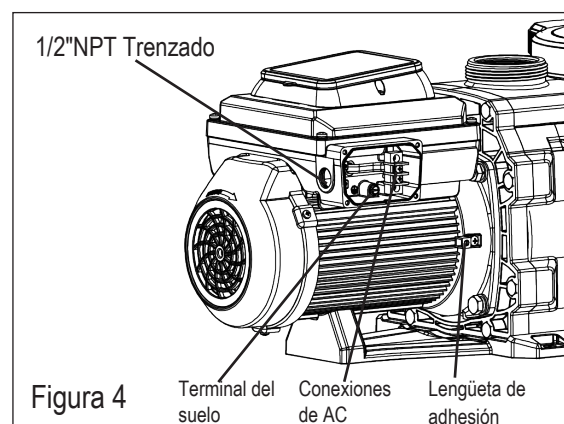

Figura 4
La bomba acepta 230V, 50 o 60Hz de electricidad conectada a una entrada monofásica. Las conexiones de bloque terminales tienen la capacidad de manejar hasta 12 AWG de cableado sólido o trenzado. También existen conectores rápidos de ese tipo. Sin embargo, confirme con sus códigos eléctricos locales para el método de conexión que usted desee. Las conexiones deben de ser hechas permanentemente hacia el terminal del suelo (vea la Figura 4) en el compartimiento de cableado de terreno de acuerdo al código eléctrico local.
1. Asegúrese de que todos los interruptores están apagados antes de empezar con el cableado del motor. Siempre espere cinco (5) minutos después de desconectar la bomba antes de abrir o iniciar el mantenimiento de la transmisión.
5. Haga una conexión a tierra con el motor utilizando el tornillo de tierra localizado en el interior del control de la interfaz (vea la Figura 4). Utilice el cable con el tamaño correcto y el tipo especificado por el Código Eléctrico Nacional. Asegúrese que el cable de terreno está conectado con un servicio de corriente eléctrica de tierra.
6. Ajuste el motor a todas las partes mecánicas de la estructura de la piscina y a todo el equipamiento eléctrico, conducto mecánico, y la plomería metálica dentro de 5 pies (1.5 M) de las paredes interiores de la piscina, el spa o el jacuzzi de acuerdo al Código Eléctrico Nacional más reciente. UL requiere el uso de un conductor de cobre adhesivo que no sea más pequeño que 8 AWG. Vea la Figura 4.